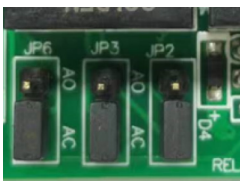

Figure 6 - Cavalier en configuration ACTIF à FERMETURE
Pour une configuration du contact sec en mode **ACTIF à FERMETURE (AC)**, le cavalier doit shunter les broches 1 et 2 comme illustré sur la figure 6.